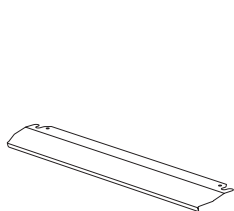

Figura 10
1. Un panou de siguranță este proiectat pentru a proteja panoul de control și butoanele atunci când cuptorul este în modul grill (figura 10).